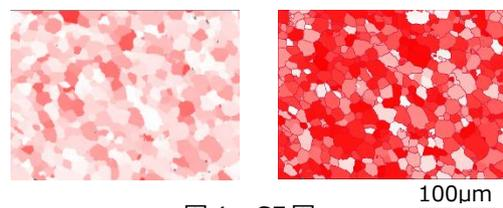

図4 SF図
ここで、Schmid Factor (SF)を用いての解析例を示します。SFは特定の「すべり面」、「すべり方向」、「応力の方向」に対応する値が結晶方位から計算できる、すべり変形の起こりやすさです。図4(a),(b)はZ軸、Y軸方向の応力と仮定した場合の{0001}底面すべりのSFの大きさを赤色のコントラストで着色した図です。SFが大きい濃い赤色の場合にすべり変形が起こりやすく、即ち、結晶の配向よりZ軸方向応力よりもY軸方向応力の方が塑性変形しやすいと推測できます。